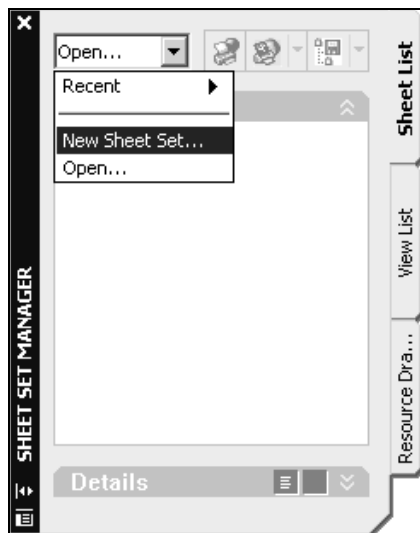

Рис. 20.8. Вызов команды создания новой подшивки в диспетчере подшивок
2. В диалоговом окне диспетчера подшивок чертежей **SHEET SET MANAGER** (Диспетчер подшивок) выберите из выпадающего списка в верхней его части **New Sheet Set** (Создать подшивку) (рис. 20.8).
- В диалоговом окне диспетчера подшивок **SHEET SET MANAGER** (Диспетчер подшивок) выберите из выпадающего списка в верхней его части **New Sheet Set** (Создать подшивку) (см. рис. 20.8).